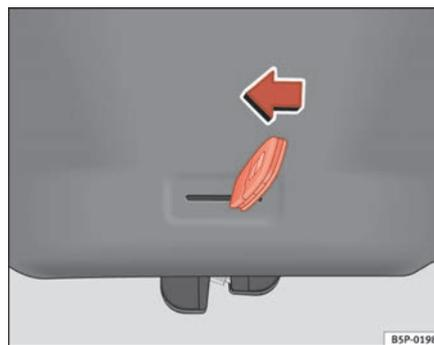

Fig. 67 Cofano vano bagagli: apertura d'emergenza
- Inserire l'ingegno della chiave nella fessura e sbloccare il dispositivo di chiusura girando la chiave da destra verso sinistra, come indicato dalla freccia ⇒ fig. 67. ■